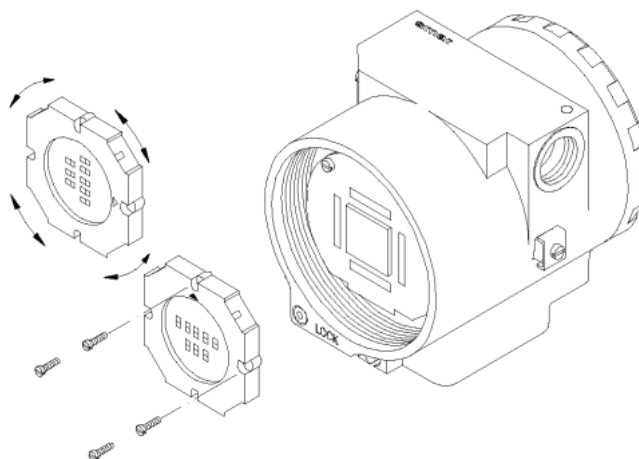

Рисунок 4.2 – Четыре возможных положения дисплея
Подключите разъем воспринимающего элемента и разъем электропитания к основной плате. Если есть дисплей, прикрепите его к основной плате с помощью 4 винтов (3). Дисплей можно установить в любое из 4 возможных положений (См. Рисунок 4.2).